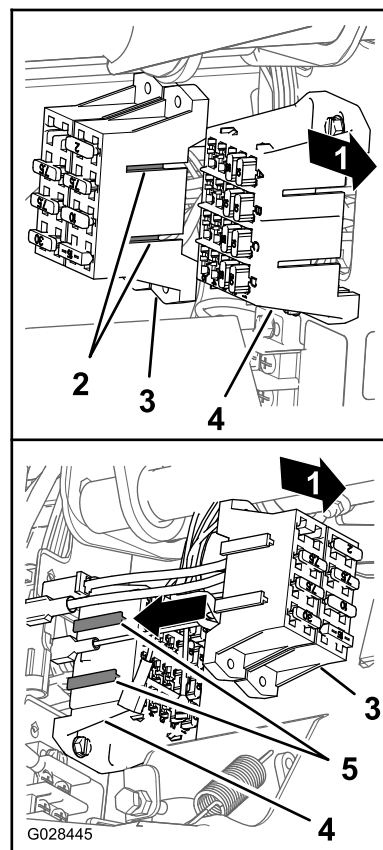

Figura 26
- Alinhe as uniões em T no bloco de fusíveis do pulverizador com as ranhuras em T do bloco de fusíveis da máquina e deslize o bloco de fusíveis do pulverizador para as ranhuras até que o bloco de fusíveis esteja totalmente encaixado (Figura 26).